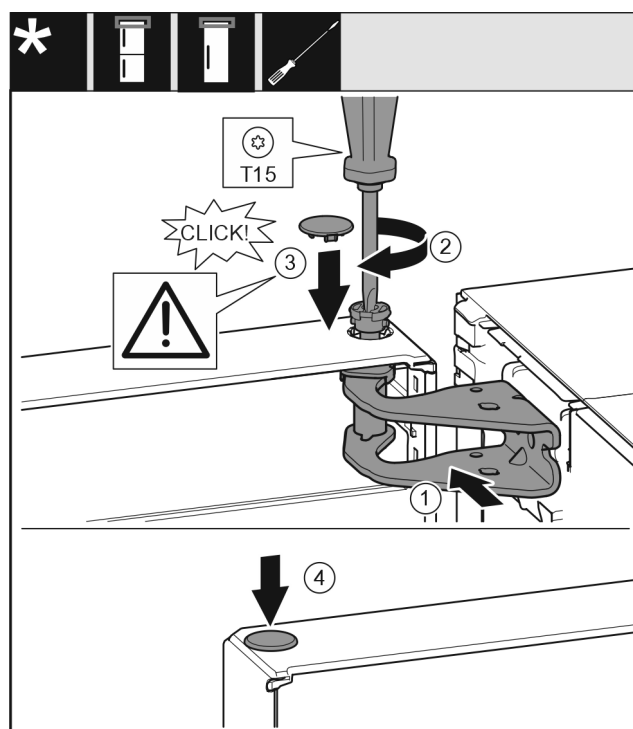

Fig. 19
- ▶ Deur op de onderste lagerbout plaatsen. Fig. 19 (1)
- ▶ Deur boven uitlijnen op de opening in de lagerbus. Fig. 19 (1)
- ▶ Bouten aanbrengen en met schroevendraaier T15 vastschroeven. Fig. 19 (2)
- ▶ Veiligheidsafdekking voor de veiligheid van de deur monteren: Veiligheidsafdekking aanbrengen en controleren of deze op de deur rust. Anders bout volledig aanbrengen. Fig. 19 (3)
- ▶ Stop aanbrengen. Fig. 19 (4)